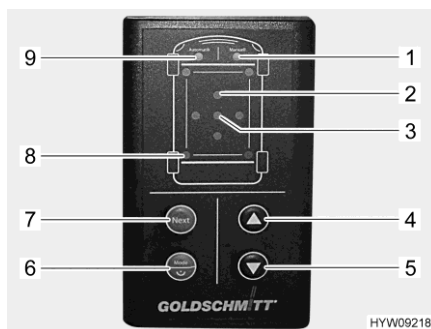

Bild 44 Kontrollenhet (hydrauliska stödben)
Om lutningen av fordonet är för stor, blinkar motsvarande röda lysdiod "Nigning" (Bild 44,2). Välj en lämplig plats eller kör stödbenen manuellt på egen risk.
Om ett stödben når sin maximala längd vid utförning på grund av en fördjupning i marken, blinkar lysdioderna "Manuell drift" (Bild 44,1) och "Automatiskt läge" (Bild 44,9) tre gånger. För i detta fall in stödbenen, åtgärda det berörda stödbenet och upprepa processen.
- Slå på/från:* ■ Tryck på knappen "På/av/driffläge" (Bild 44,6) längre än 1 sekund. Efter påslagningen ljuder en ljudsignal och lysdioden "Automatiskt läge" (Bild 44,9) lyser.
- Byta driffläge:* ■ Tryck kort på knappen "På/av/driffläge" (Bild 44,6). Driffläget byts automatiskt mellan manuellt och automatiskt driffläge. Den motsvarande lysdioden (Bild 44,1 eller Bild 44,9) lyser.
■ Tryck på knappen "Utförning" (Bild 44,5). Anpassningsförfarandet genomförs automatiskt. Lysdioden "Stödben" (Bild 44,8) blinkar, så länge som stödbenen är i rörelse.
Om fordonet är utrustat med fällbara stöd: Förflyttningen av stödbenen stannar efter öppnandet, för att ge möjlighet att genomföra åtgärder. Lysdioden "Automatiskt läge" (Bild 44,9) blinkar snabbt.
■ Tryck på knappen "Utförning" (Bild 44,5) på nytt. Anpassningsförfarandet fortsätter att genomförs.
■ Tryck på knappen "Införning" (Bild 44,4). Stödbenen förs helt in. Lysdioden "Stödben" (Bild 44,8) blinkar, så länge som stödbenen är i rörelse.
- Manuell drift:* ■ Tryck kort på knappen "På/av/driffläge" (Bild 44,6) i automatiskt läge. Lysdioden "Manuell drift" (Bild 44,1) lyser.
■ Var uppmärksam på lysdiодerna "Nigning" (Bild 44,2). En upplyst lysdiod indikerar att fordonet måste höjas på denna sida.
■ Tryck på knappen "Next" (Bild 44,7) tills det önskade stödbensparet har valts. De motsvarande lysdiодerna "Stödben" (Bild 44,8) lyser.
■ Tryck på knappen "Införning" (Bild 44,4) eller knappen "Utförning" (Bild 44,5) tills den önskade positionen har uppnåtts.
■ Tryck på knappen "Next" (Bild 44,7) på nytt, tills ytterligare ett stödbenspar har valts. Fortsätt med denna process tills fordonet är anpassat. Fordonet är anpassat, när den gröna lysdioden "Position ok" (Bild 44,3) lyser.
■ Tryck samtidigt på knapparna "På/av/driffläge" (Bild 44,6), "Utförning" (Bild 44,5) och "Införning" (Bild 44,4) och håll dem nedtryckta under 3 sekunder.
■ Släpp knapparna efter akustisk kvittering och att lysdioden "Position ok" (Bild 44,3), har tänts. Positionen har sparats som Ok-position.